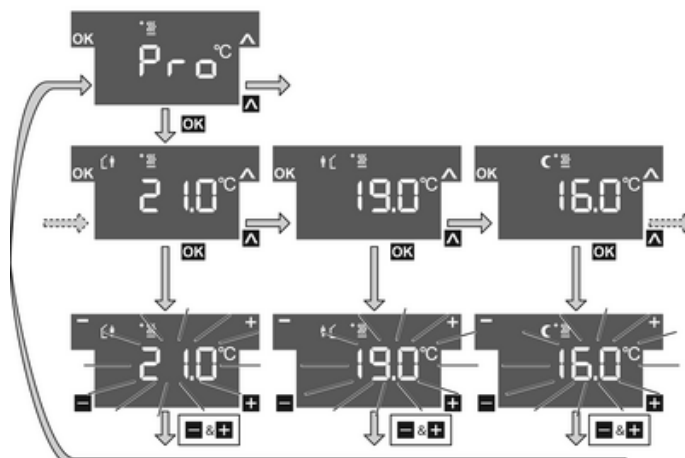

Bild 7
- Mit Sensorfläche **A** den Menüpunkt **Pro** für den Heizbetrieb ☀ oder Kühlbetrieb ❄ wählen und Sensorfläche **OK** betätigen (Bild 7).